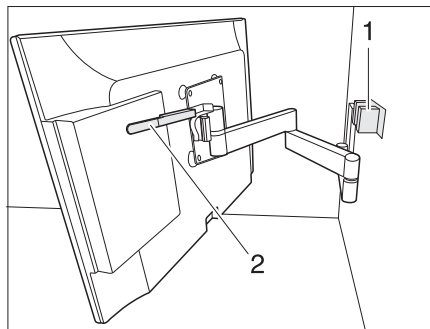

Bild 54 Fäste med ledad arm
- Tryck spaken (Bild 54,2) nedåt för att lossa den platta bildskärmen ur spärren (Bild 54,1). Släpp spaken.